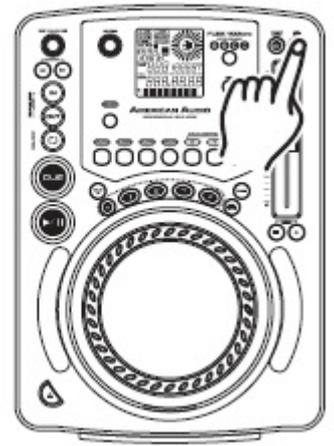
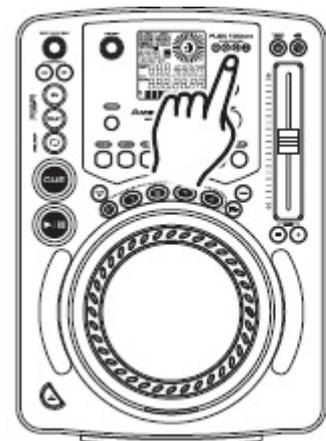

Figure 28
Figure 30
Vous pouvez choisir un taux de pitch (7) à tout moment. Pour modifier le taux, assurez-vous que la fonction pitch est activée, voir Figure 28. Le pourcentage du pitch peut être changé entre +/- 4 %, +/- 8 %, +/- 16 % et +/- 100%. 4 % vous permet la manipulation la plus restreinte du pitch et 100% vous permet la manipulation la plus ample du pitch. Pour régler les différentes valeurs, appuyez à répétition sur le *BOUTON PITCH ON/OFF* (3) et pressez le *BOUTON DE TAUX DE PITCH* (1) jusqu'à ce que la valeur désirée soit atteinte, voir figure 30.